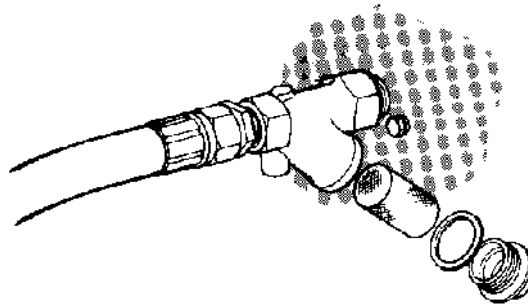

fig. 13
- Remove the hexagonal plug located on the lower side of the filter (*fig. 13*)
- Desmontar el tapón hexagonal de la parte inferior del filtro (*fig. 13*).
- Démonter le bouchon hexagonal du dessous du filtre (*fig. 13*)
- Remove the hexagonal plug located on the lower side of the filter (*fig. 13*).
- Desmontar el tapón exagonal de la parte inferior del filtro (*fig. 13*).
- Démonter le bouchon hexagonal du dessous du filtre (*fig. 13*).